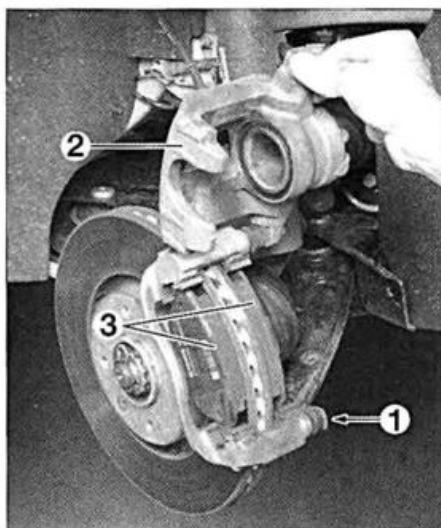

FIG. 6
- Desmontar el tornillo (1) (fig. 6).